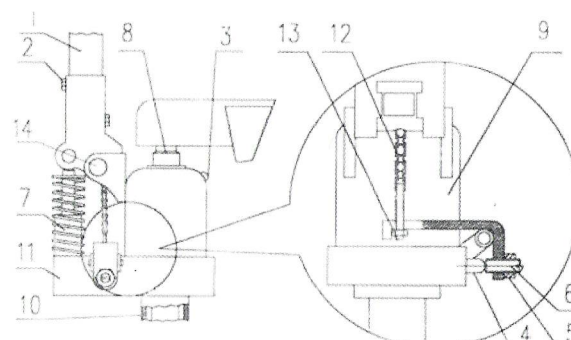

Fig. 6
1. Colocar el tubo de la manilla (pos. 1 fig. 6) según se indica en la figura y amarrarlo con los tornillos (pos. 2 fig. 6).
2. Cruzar la cadena (pos. 12 fig. 6) de la manilla por detrás del bulón (pos. 14 fig. 6).
3. Amarrar el final de la cadena a la pieza 13 (fig. 6) amarrando el tornillo y la tuerca de que va provista.